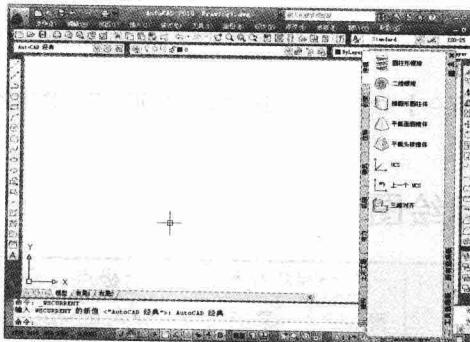

图 1-1 AutoCAD2010 界面
**02** 启动 AutoCAD2010 软件后，选择“AutoCAD 经典”作为初始工作空间，即可进入如图 1-1 所示的空间界面。